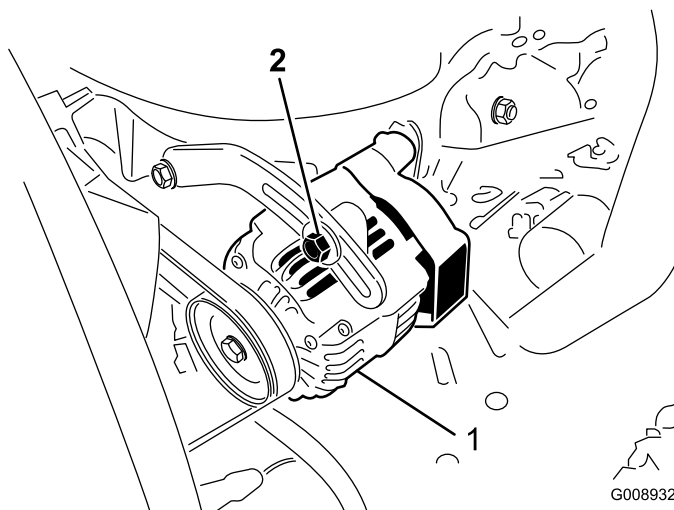

Figura 54
Controllate lo stato e la tensione delle cinghie (Figura 54) ogni 100 ore di servizio.
2. Se l'inflessione non è di 10 mm, allentate i bulloni di fissaggio dell'alternatore (Figura 54). Aumentate o riducete la tensione della cinghia dell'alternatore e serrate i bulloni. Controllate di nuovo l'inflessione della cinghia per accertare che sia esatta.